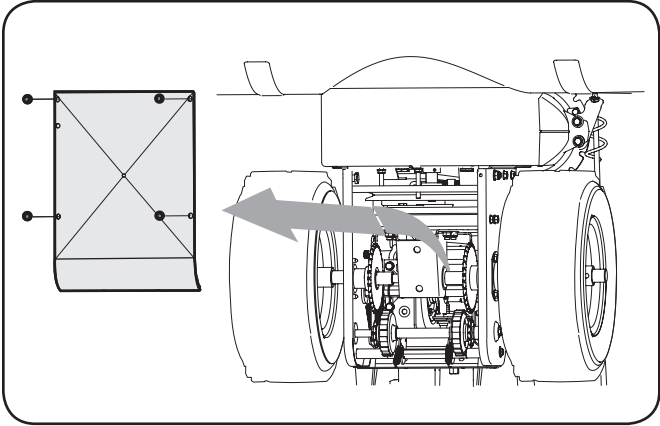

Figure 6-6
- Enlevez les vis du couvercle du châssis, sous la souffeuse. Voir la Figure 6-6.
2. Retirez le couvre-châssis du dessous de la souffleuse en enlevant les vis auto-taraudeuses. Voir la Figure 6-6.